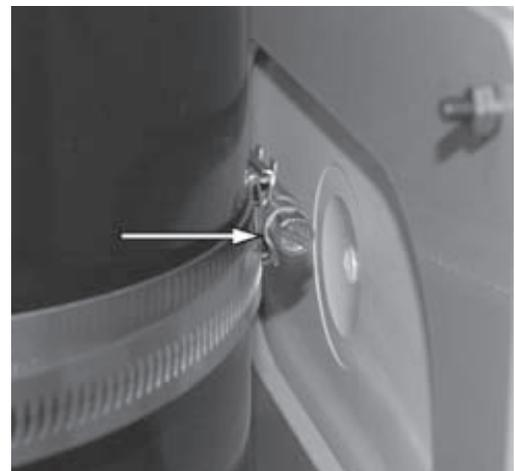

**Abbildung 13.
2. Siehe Abbildung 13. Einfüllstopfen entfernen und Flüssigkeit aus dem Tank lassen.